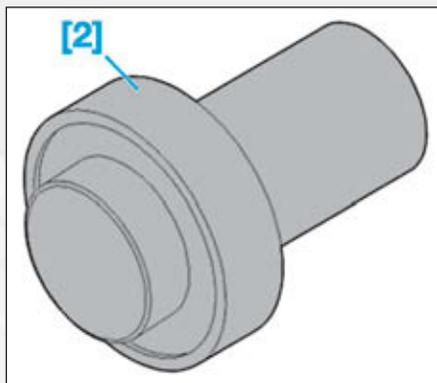

FIG.2
- [2]. Tampon de montage joint de transmission gauche (réf.0317-T) (Fig.2).